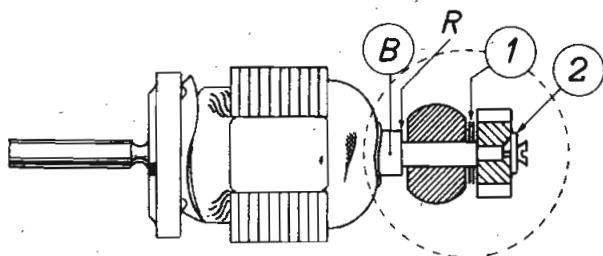

Fig. 1
rotor, zodat bij het draaien de borstels gaan dansen en de collector zelfs tegen de borstelhouders kan stoten. Dit euvel kan worden verholpen, door tussen rondsel en lagerbus zoveel ringen, pos. 1 in fig. 1, aan te brengen,